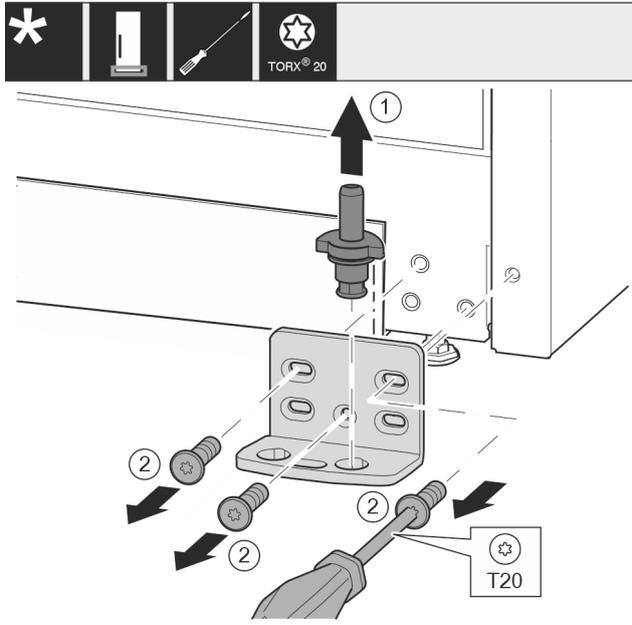

Fig. 17
- ▶ 将轴承螺栓 Fig. 17 (1)完全向上拉出。
- ▶ 将螺钉 Fig. 17 (2)用螺丝刀旋开并取下托架。